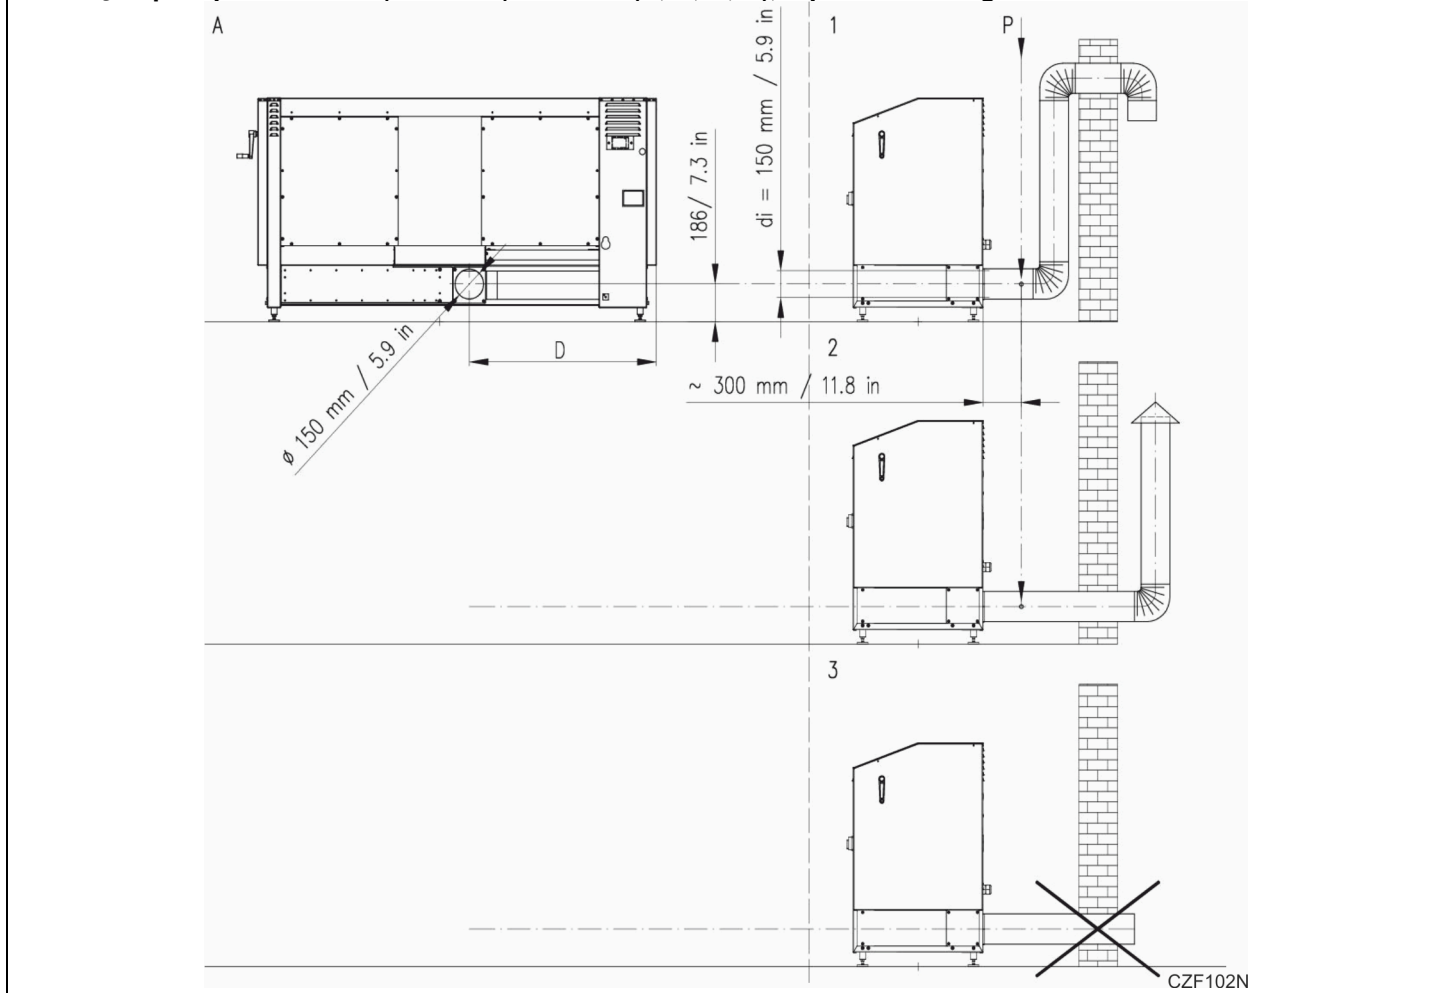
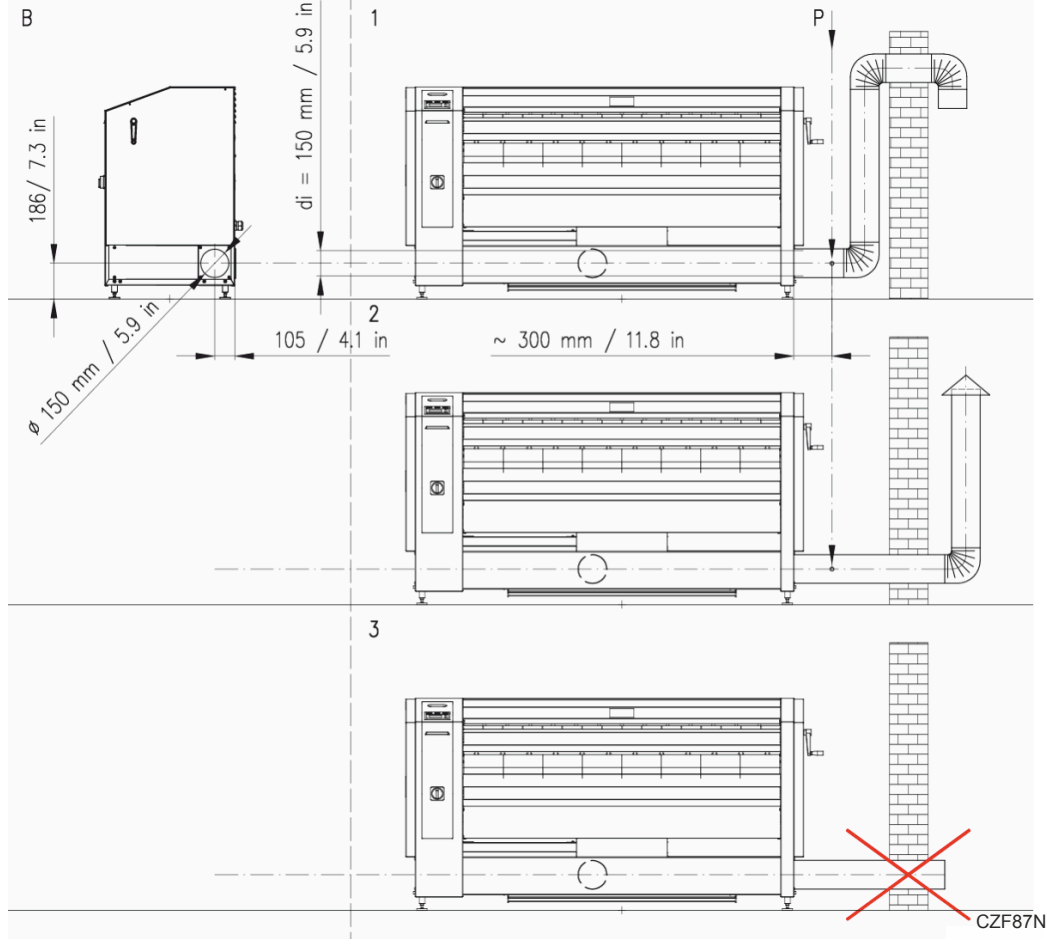
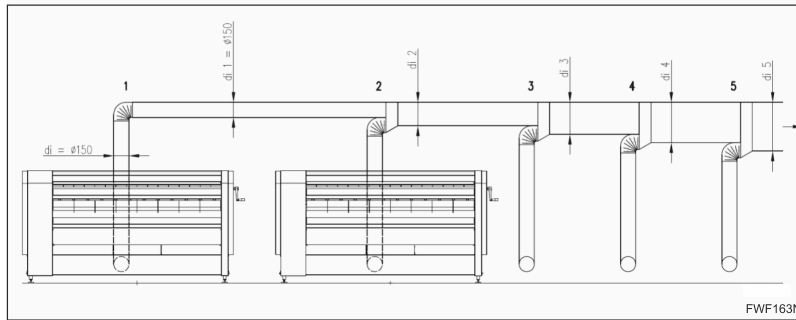

Figura 11
Figura 12
Figura 13
Parâmetros para Figura 11 e Figura 12
- A – exaustão de vapor para trás: *Figura 11*
- B – exaustão de vapor para o lado direito: *Figura 12*
- A dimensão e outros parâmetros que dizem respeito à instalação do sistema de exaustão são apresentados nas figuras acima, em *Figura 11, Figura 12, Figura 13* e em *Tabela 10, Tabela 4, Tabela 9*.
- O vapor de escape deve ser conduzido separadamente de qualquer outra tubagem e tem de ser instalado de acordo com a *Figura 11* ou *Figura 12*, no caminho mais curto para fora do edifício.
Parâmetros para Figura 13